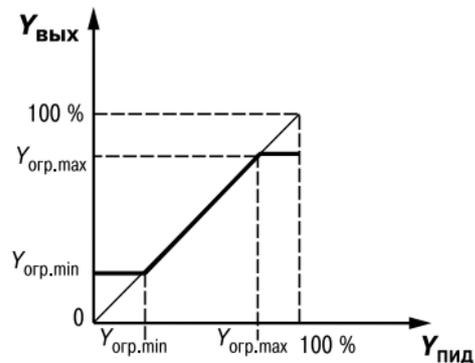

Рис. 9
– максимальный $Y_{огр.max}$ и минимальный $Y_{огр.min}$ (рис. 9).